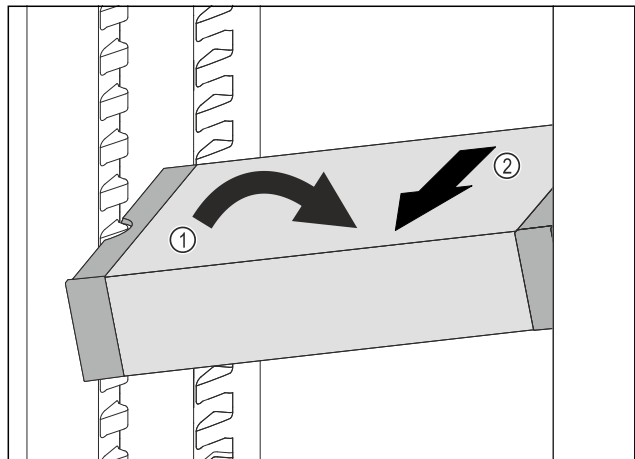

Fig. 64
- ▶ Расположите VarioSafe в холодильном отделении под наклоном. Fig. 64 (1)
- ▶ Извлеките VarioSafe движением вперед. Fig. 64 (2)